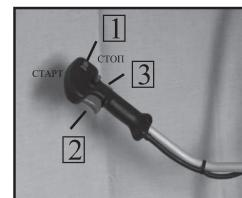

рис.8
- а) Переведите выключатель зажигания 1 (рис.8) в положение “СТАРТ”;
7.2.1 Отпустите рычаг управления дроссельной заслонкой 3 (рис.8).
7.2.2 Переведите выключатель зажигания 1 (рис.8) в положение “СТОП”